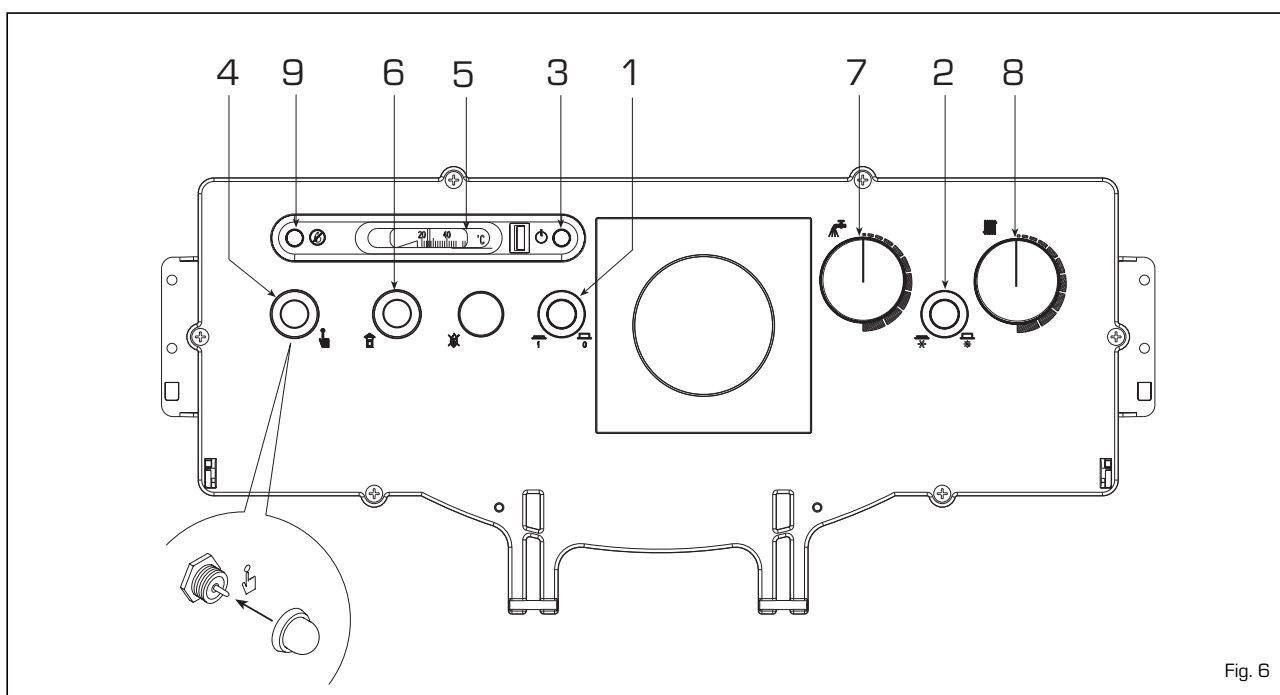

Fig. 6
3.2.1 Inbedrijfstelling van de ketel (fig. 6)
- wanneer de productie van warm water is voltooid en de schakelaar (2) op de ZOMER stand staat, gaan de brander en de laadpomp uit. De brander wordt door de aquastaat van de ketel op de gewenste temperatuur gehouden; met de schakelaar (2) in de WINTER stand zal de start van de laadpomp van de installatie worden aangestuurd door de kamerthermostaat. In dit geval zal de brander onder controle van de thermostaat van de verwarmingsketel (8) functioneren op de door de gebruiker ingestelde temperatuur;
- om een optimale functionering van de verwarmingsketel te garanderen en eventuele condensvorming te voorkomen, wordt aangeraden de knop van de thermostaat van de verwarmingsketel (8) op een temperatuur van tenminste 60°C te zetten. De ingestelde temperatuurwaarde kan aan de hand van de thermometer (5) worden gecontroleerd.
3.2.2 Veiligheidsaquastaat (fig. 6)
3.2.3 De installatie vullen (fig. 6)
3.2.4 De ketel uitschakelen (fig. 6)